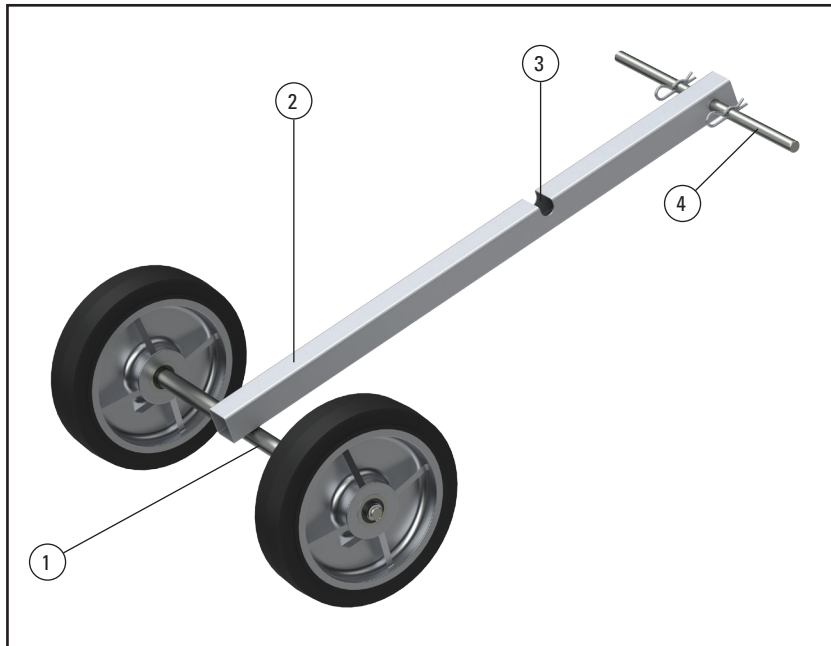

Bild 18 Leerer Transportwagen (optional)
Nehmen Sie die Griffstange am Rohr des Radgestells ab (siehe Abbildung 18). Entfernen Sie dazu einen der Splinte und ziehen Sie die Griffstange aus dem Rohr.
- 5 Stecken Sie die Griffstange des Transportwagens durch die Bohrung am Rohr des Radgestells und sichern Sie ihn mit dem Splint (siehe Abbildung 18, Pos. 4)